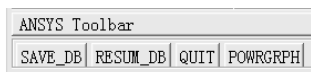

图 2-168 工具条
(25) 单击操作界面左上角处的“SAVE\_DB”按钮（见图 2-168），保存文件。